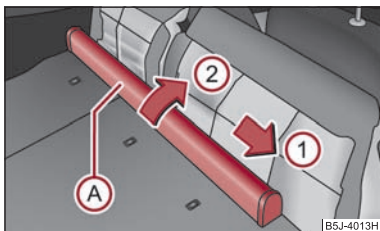

Abb. 66 Rückseite: Netztrennwandgehäuse
- Schieben Sie das Netztrennwandgehäuse (A) ⇒ Abb. 66 in Pfeilrichtung (1) und nehmen Sie es aus der Aufnahme der rechten Rücksitzlehne in Pfeilrichtung (2) heraus.